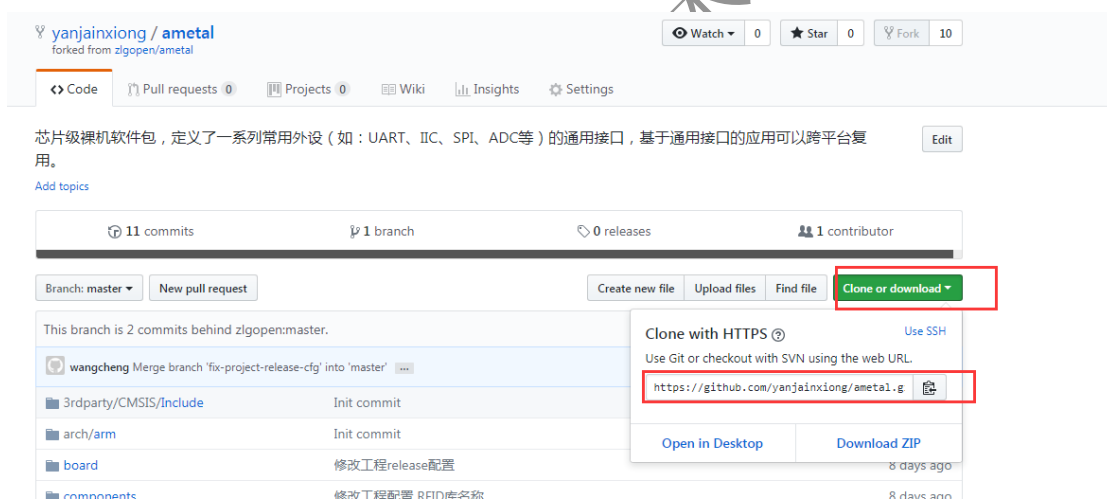

图 13 查看 clone 地址
5. 将仓库克隆到本地以便使用，查看 clone 地址，如图13所示。